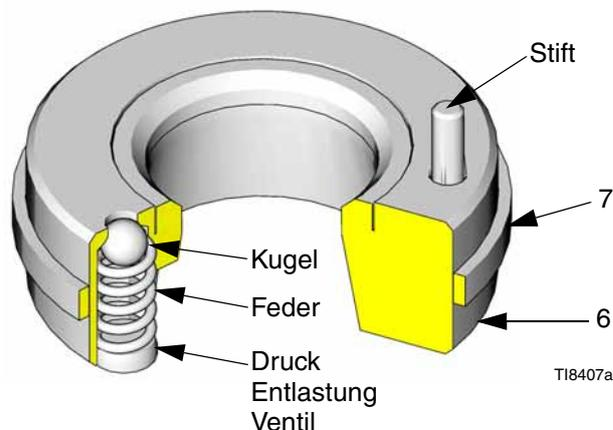
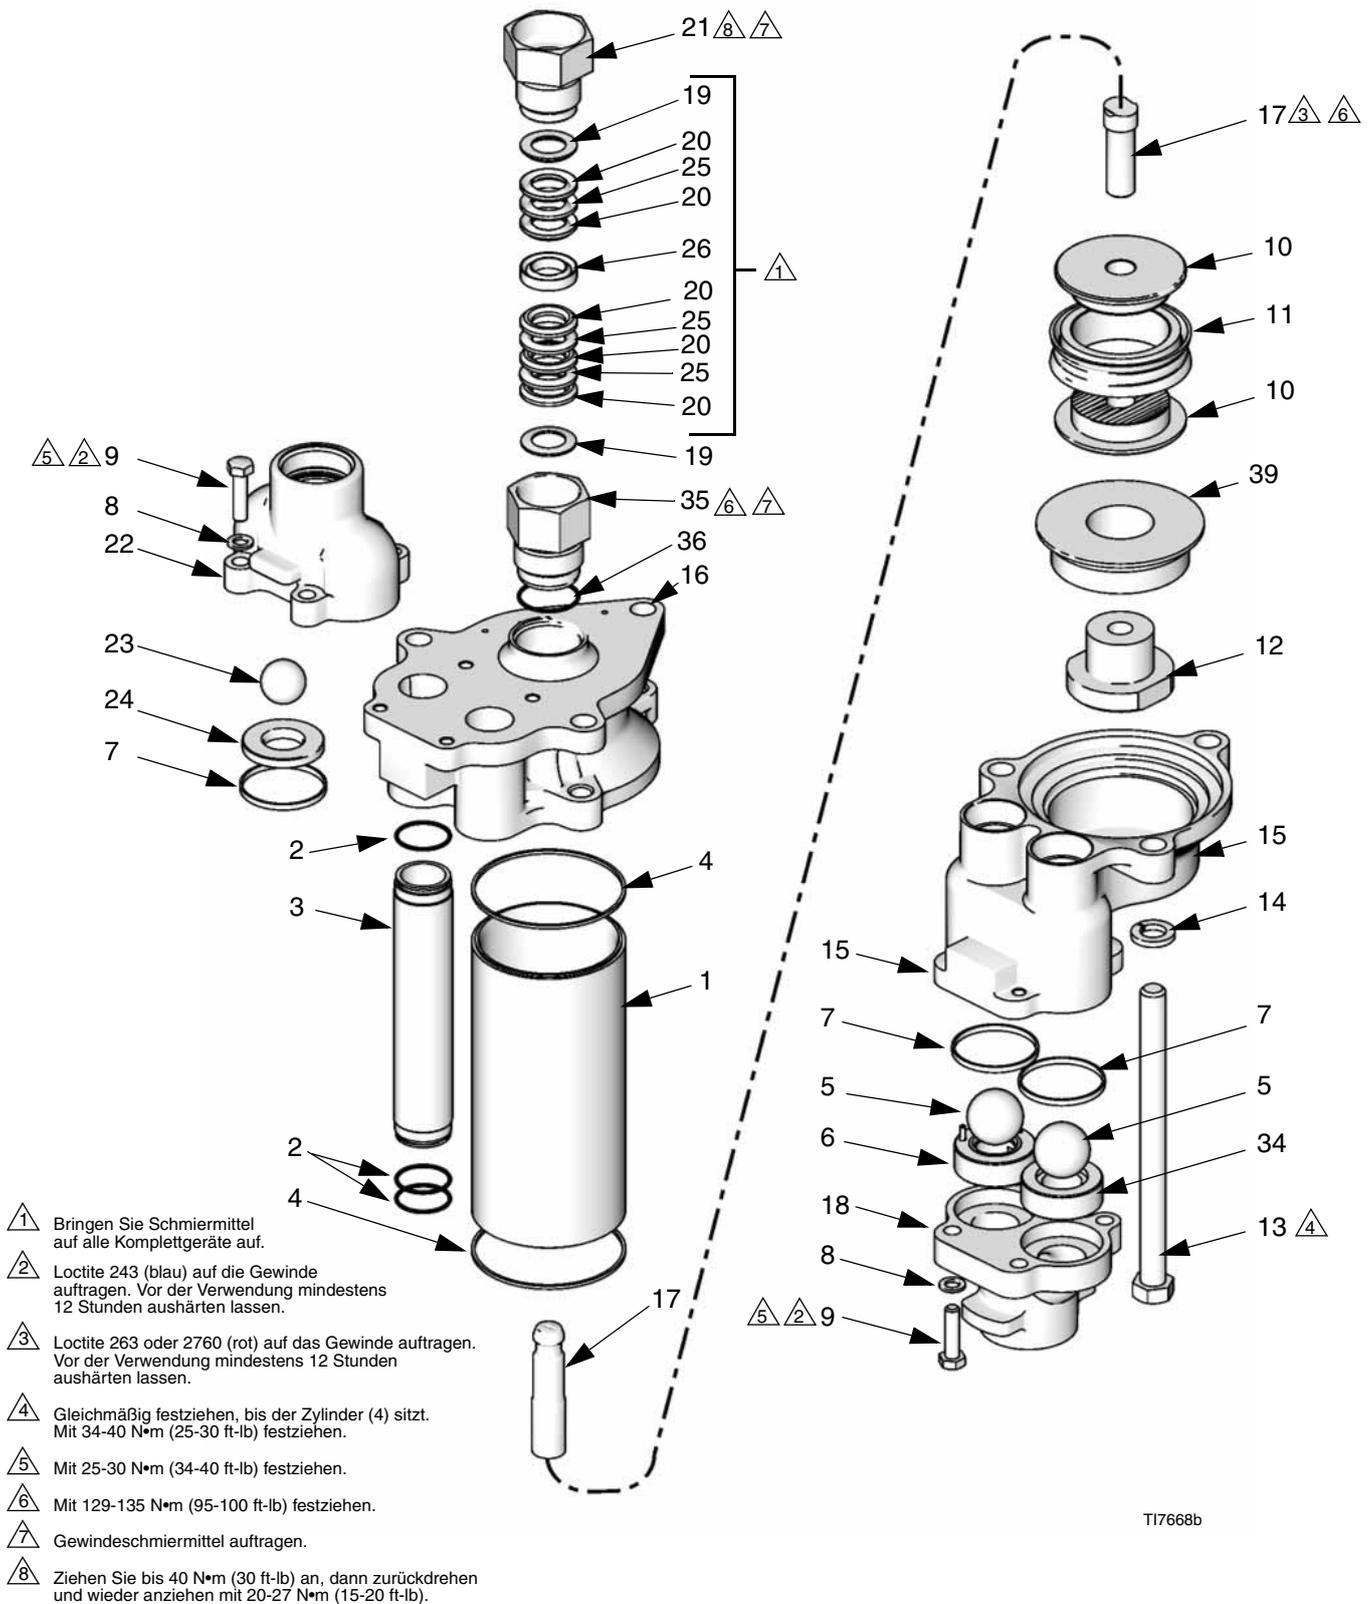

ABB. 4
ABB. 7
- Die Unterpumpe wie auf Seite 6 beschrieben vom Luftmotor abmontieren. Siehe auch ABB. 7.
- Den Einlassverteiler (18) in einem Schraubstock sichern.
- Lockern, aber entfernen Sie die Packungsmutter (21) und die Patrone (35) nicht. Siehe ABB. 7.
- Die vier Hutschrauben (9) und Scheiben (8) um das Pumpenauslassgehäuse (22) herum abnehmen.
- Auslassgehäuse (22), Kugeln (23), Sitze (24) und Dichtungen (7) entfernen.
- Die drei Verbindungsbolzen (13) und Federringe (14) entfernen. Heben Sie das Außen Gehäuse (16) zusammen mit den Materialrohren (3), dem Zylinder (1) und den Kolbenbauteilen (17, 10, 11, 12, 39) heraus.
- Entfernen Sie die Halspackung (35) und den O-Ring (36).
- Rohre (3) und Zylinder (15) aus dem Gehäuse (1) entfernen. Den Kolbensatz aus dem Zylinder ziehen.
- Den Einlassverteiler (18) aus dem Schraubstock nehmen.
- Die vier Hutschrauben (9) und die Dichtungsringe (8) vom Einlassverteiler (18) abnehmen. Benutzen Sie einen Flachbett-Schraubendreher, der zwischen das Einlassgehäuse (15) und den Einlassverteiler (18) geführt wird, um ihn zu trennen.
HINWEIS: Ein Einlassitz (6) besitzt einen Druckentlastungshahn (V). Dieser Sitz muss sich genau an der dargestellten Stelle befinden (die linke Seite wie in ABB. 7 dargestellt). Verwenden Sie den eingegossenen Text im Einlassgehäuse als Hinweis.
- Die Kugeln (5), Einlasssitze (6 und 34) und Dichtungen (7) entfernen.
- Den Druckentlastungshahn im Sitz (6) auf Verstopfungen überprüfen. Die Ventilkugel nach unten drücken, um zu überprüfen, ob sich Kugel und Feder frei bewegen können. Siehe ABB. 4.